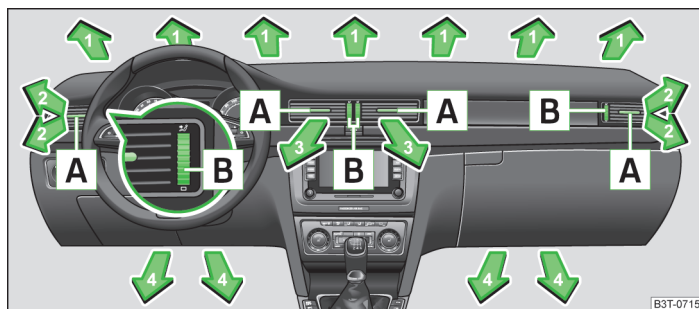
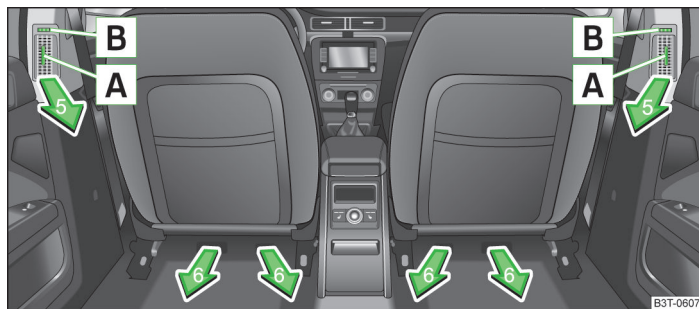

Fig. 105 Difusores de salida de aire delanteros
Fig. 106 Difusores de salida de aire traseros
En los difusores de salida de aire 2, 3 » fig. 105 y 5 » fig. 106 se puede modificar el sentido de la corriente de aire, y los difusores se pueden también cerrar y abrir individualmente.
- » Mover las láminas horizontales mediante el elemento de ajuste variable **A** » fig. 105 o bien » fig. 106 hacia arriba o abajo para cambiar la altura de la corriente de aire.
- » Mover las láminas horizontales mediante el elemento de ajuste variable **A** » fig. 105 o bien » fig. 106 hacia la izquierda o derecha para cambiar el sentido lateral de la corriente de aire.
- » Gire el regulador giratorio **B** » fig. 105 o » fig. 106 a la posición para abrir completamente la boquilla de salida del aire.
- » Gire el regulador giratorio **B** » fig. 105 o » fig. 106 a la posición 0 para cerrar completamente la boquilla de salida del aire.
Recomendamos dejar los difusores de salida de aire en posición abierta 3 » fig. 105 de la página 107.